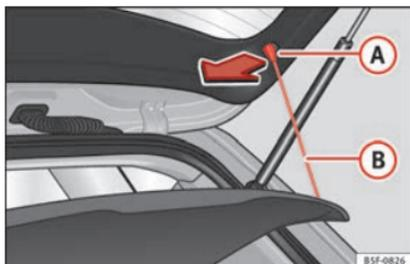

Fig. 159 Dans le coffre à bagages : démonter et monter la plage arrière.
- Décrochez les tirants de fixation » » fig. 159 B de leurs logements A.
- Accrochez les tirants de fixation » » fig. 159 B au hayon arrière » » ⚠.